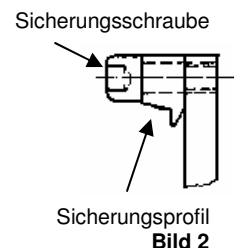

Bild 2
7. Die ausgepackte Markise in die Konsolen hängen und seitlich so ausrichten, dass sich die Konsolen im Bereich der Markierungen befinden. Jetzt mit den Sicherungsprofilen und den Sicherungsschrauben die Markise an den Konsolen befestigen und gegen Herausfallen sichern (**Bild 2**).